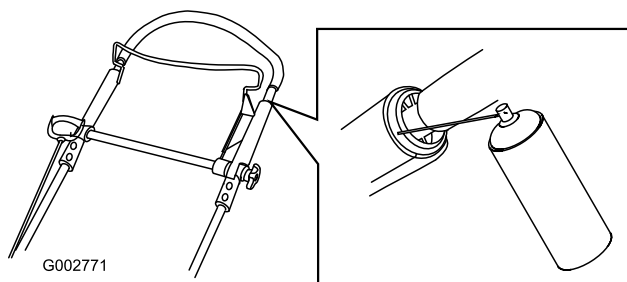

Figure 44
1. Pulvérisez l'extrémité en plastique extérieure de la poignée intérieure (Figure 44).